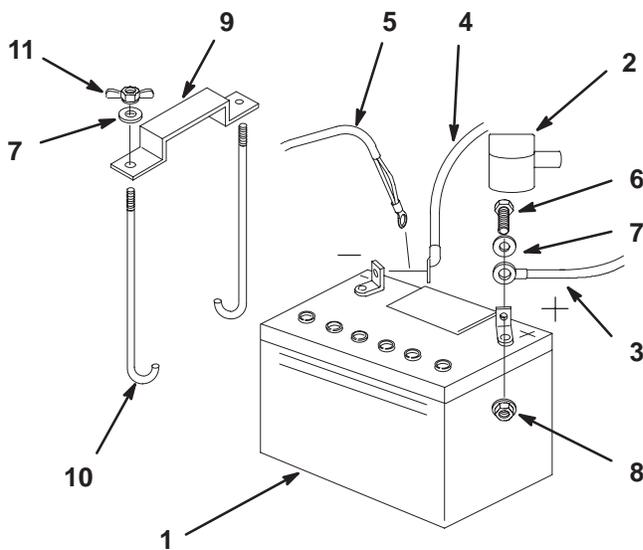

Figure 60
1. Placez la batterie dans son support en tournant les bornes vers le moteur (Fig. 60).
4. Fixez les câbles à l'aide de 2 boulons (1/4 x 3/4"), 2 rondelles (1/4") et 2 contre-écrous (1/4") (Fig. 60).
6. Fixez la batterie en position avec des boulons en J, une barrette de maintien et 2 rondelles (1/4"), ainsi que 2 écrous papillon (1/4") (Fig. 60).
3. Débranchez d'abord le câble négatif et le câble de masse de la borne négative (-) de la batterie (Fig. 60).
4. Ôtez le capuchon rouge de la borne positive (rouge) de la batterie. Retirez ensuite le câble positif (rouge) de la batterie (Fig. 60).
5. Retirez les deux écrous papillons (1/4") de fixation de la barrette de maintien de la batterie (Fig. 60).